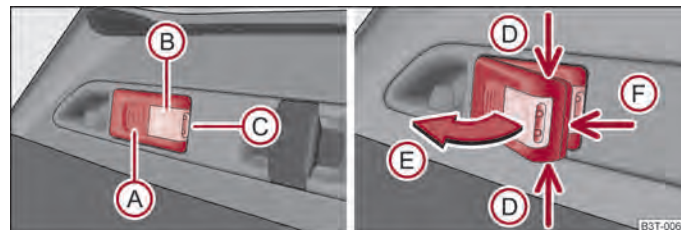

Abb. 46 Herausnehmbare Leuchte
- Beleuchtung des Gepäckraums - es leuchtet Teil ⓑ \Rightarrow Abb. 46 (Leuchte ist im Halter),
- Fassen Sie die Leuchte an den Stellen der Pfeile  an \Rightarrow Abb. 46 und schwenken Sie diese in Pfeilrichtung  heraus.
- Wenn Sie die Leuchte nicht ausschalten und diese korrekt in den Halter einsetzen, werden die Lampen im vorderen Teil  \Rightarrow Abb. 46 der Leuchte automatisch ausgeschaltet.
- Hebeln Sie die Akkuabdeckung mit einem schmalen, spitzen Gegenstand ab der Stelle des Arretierungsclips  ab \Rightarrow Abb. 46.